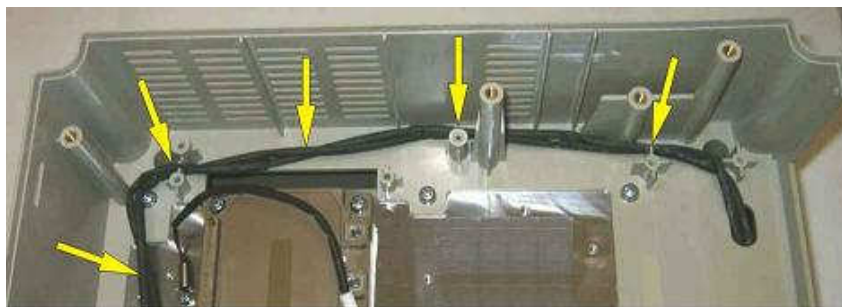

Рис.7.23
7.12.3. Проложить кабели вентиляторов в соответствии с рис.7.23.